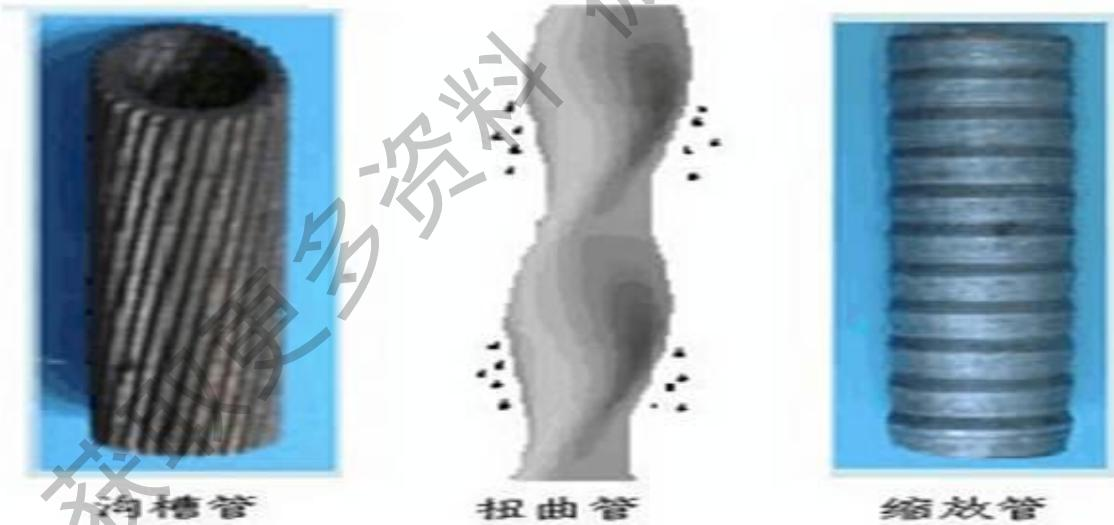
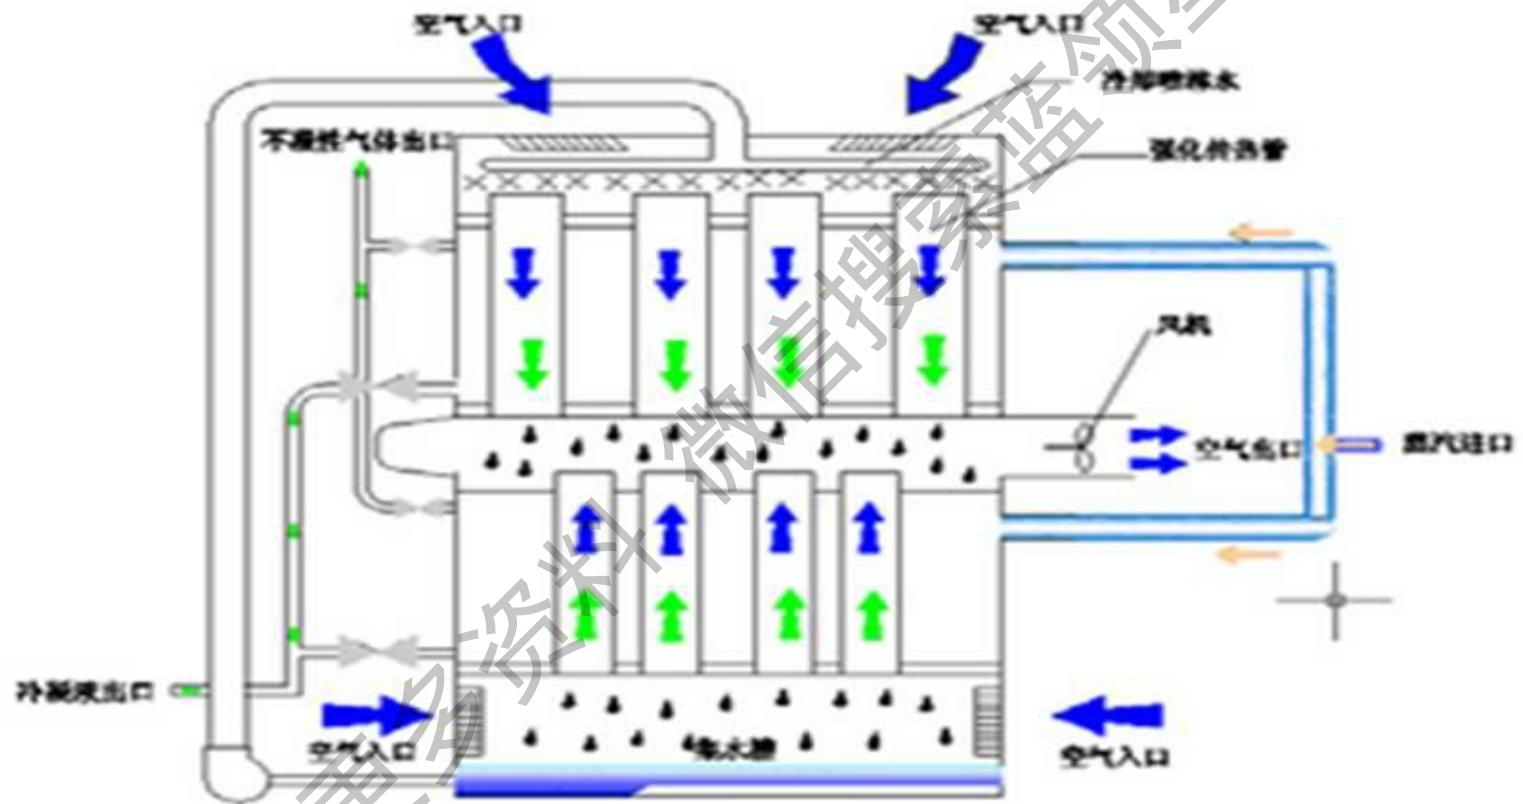

图 5 各种强化传热管示意图
图 4 立式蒸发式冷凝器示意图
- 立式蒸发式冷凝器的结构如图4所示，管内为水与空气的逆流或顺流，管外大空间为冷凝排液区。该冷凝器的特点有：管子采用不锈钢强化传热管（如图5），不但抗腐蚀性能强，而且换热性能好、能加速冷凝液膜的排泄，尤其适用于水蒸汽的冷凝。在电力行业中，凝汽器是汽轮发电机组的重要辅机之一，它的性能好坏直接影响机组的运行。而它的主要传热组件——冷却管是凝汽器的最重要部分，因此，冷却管的选材和选型是凝汽器设计的关键[8]